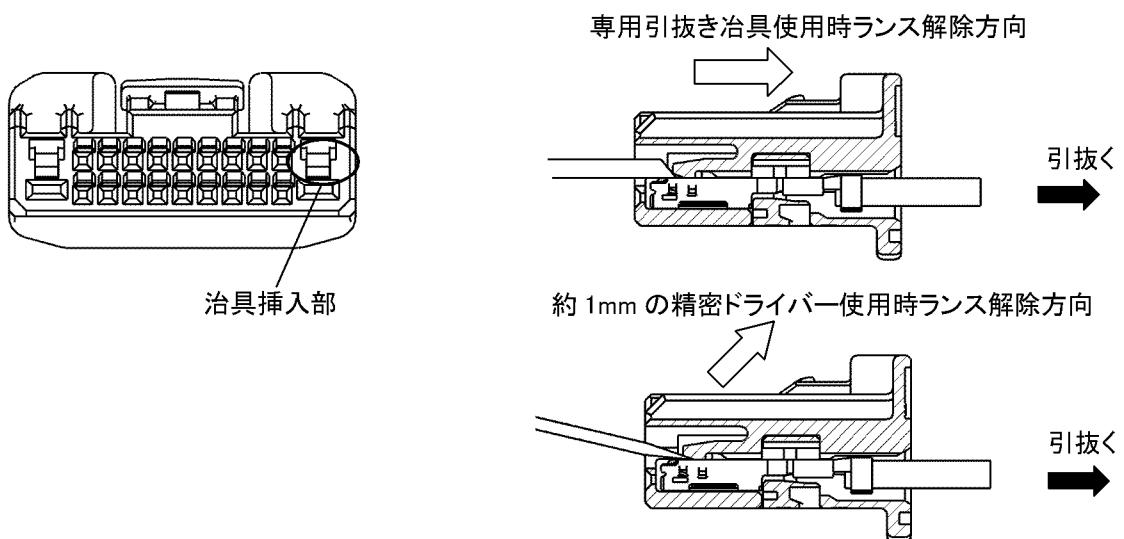

Fig.14
① 2.3 TW 専用の引抜き治具(型番 1999077-1)を推奨します。引抜き治具を Fig.14 に示す向きで所定の穴に挿入します。(ランスが解除されます。)ランスを解除した状態で電線を引っ張り、端子を引抜きます。
② 専用の引抜き治具が無い場合は約 1mm の精密ドライバーを所定の穴へ挿入し、矢印の方向にランスが解除されるまで持ち上げたら電線を引張り、端子を引抜きます。